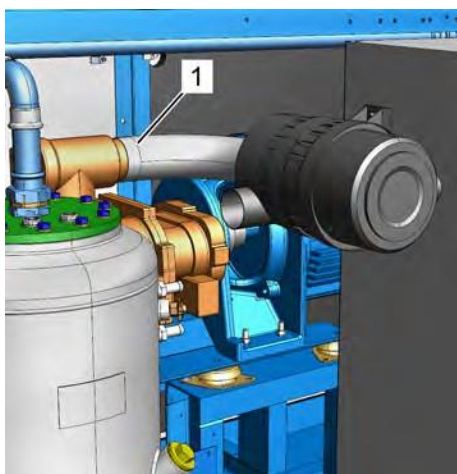

Рис. 36: Резьбовая пробка регулятора впуска
1. ➤ Отверните резьбовое соединение на впускном шланге регулятора впуска (Рис. 36/1) и снимите впускной шланг.